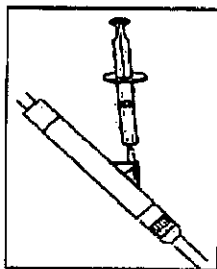
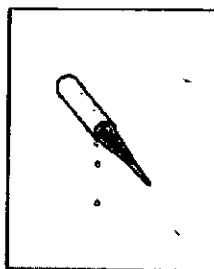

Fig.4a
Fig.4b
- Enjuague el sistema de suministro de medicamento del Stents con una jeringa de 10 cc de solución salina a través del puerto de inyección para expulsar el aire (Consulte la Fig.4a). Continúe enjuagando hasta que la solución salina fluye fuera del extremo distal del catéter (Consulte la Fig.4b).